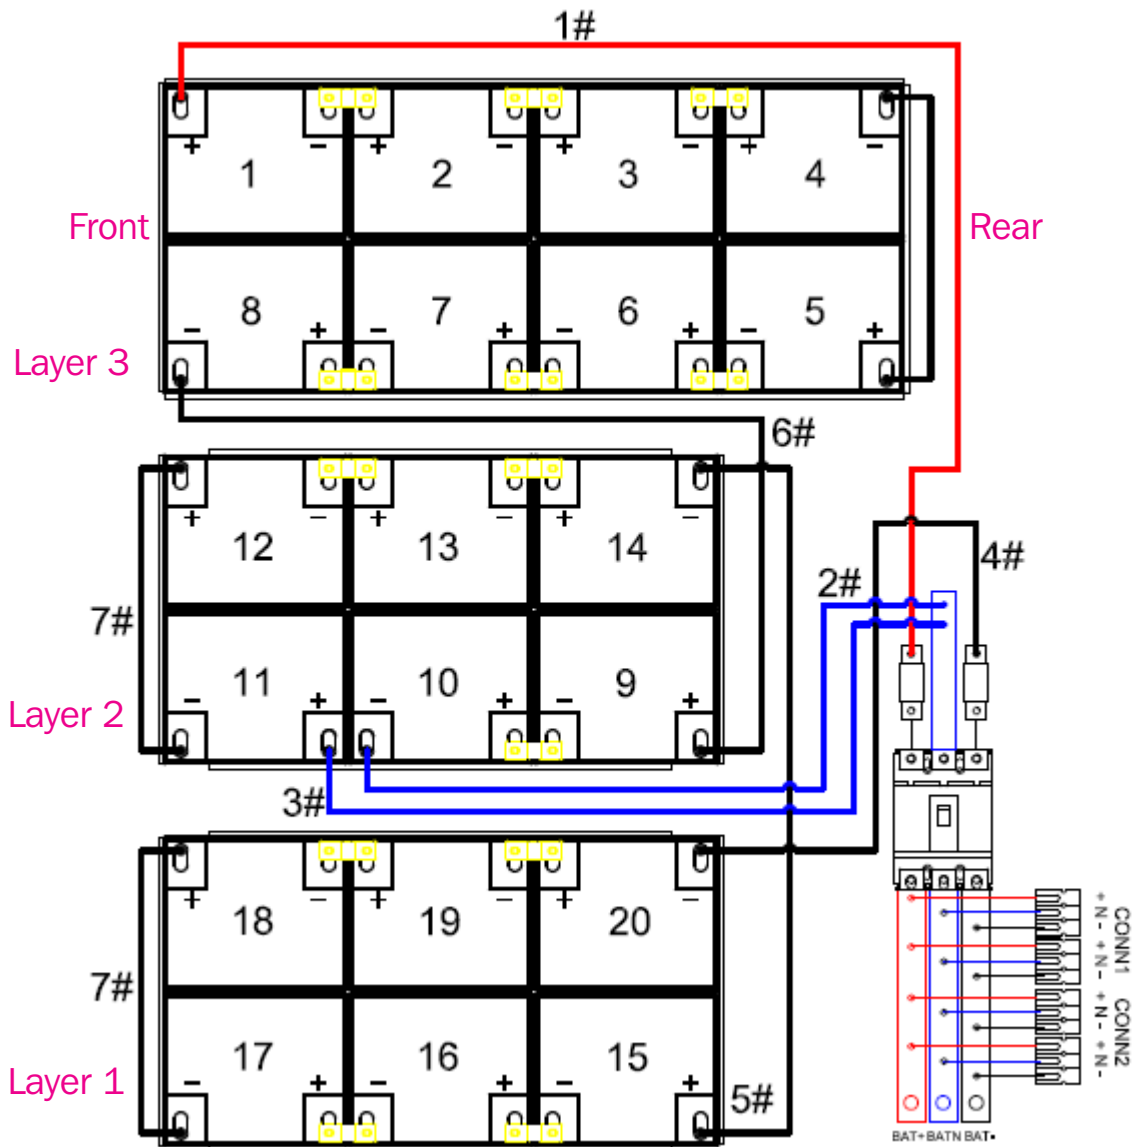

Figura 5-41C
- Para estas conexiones, refiérase al diagrama de cableado en la Figura 5-41C.